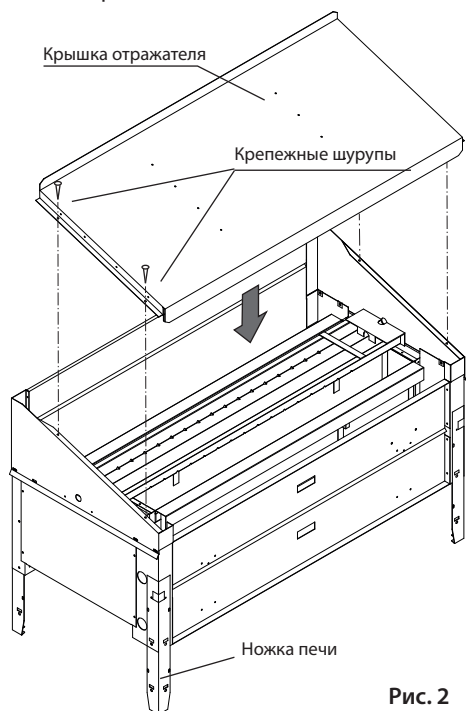

Рис. 2
- Ослабьте крепежные шурупы по углам крышки отражателя (рис. 2).
- Вставьте ножки по углам в соответствующие шлицы и закрепите 3 шурупами (рис. 2).